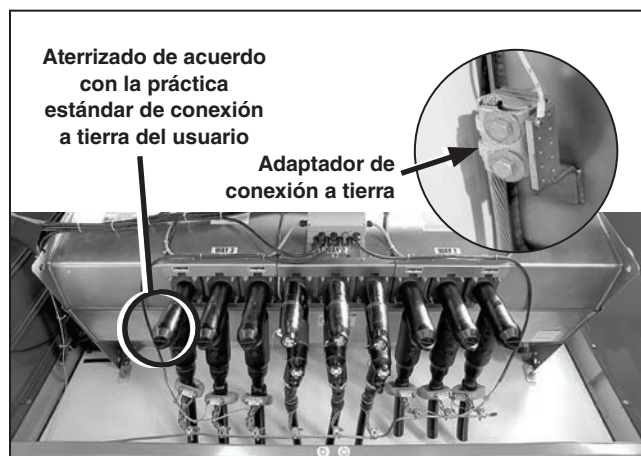

Figura 27. Enganche el cable de conexión a tierra G1 al tanque.
- El cable de conexión a tierra G1 está etiquetado y ubicado en el compartimiento de baja tensión. Cuidadosamente inserte el cable G1 desde el compartimiento de baja tensión, a través del tubo de PVC en el gabinete principal. Conecte el cable de conexión a tierra G1 al ángulo de conexión a tierra de cobre ubicado en el tanque. Ver Figura 27.